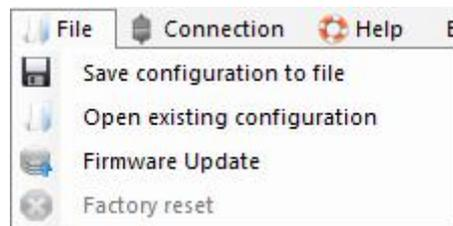

Abb. 8. Datei-Menü
1. Über das Menü **"File"** (**Datei**) (Abb. 8) können Sie: